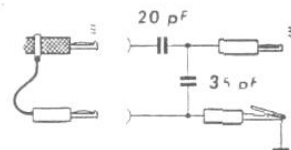

Abb. 1
- c) Künstliche Antenne für Abgleich- und Empfindlichkeitsmessungen verwenden gemäß Abb. 1.
Hinweis: Bei dem Meßsender der Fa. Neuwirth Type EP 104 A/EP 104 B entfällt die zusätzliche künstliche Antenne nach Abb. 1, wenn für diesen Meßsender eine aufsteckbare künstliche Antenne vorhanden ist.